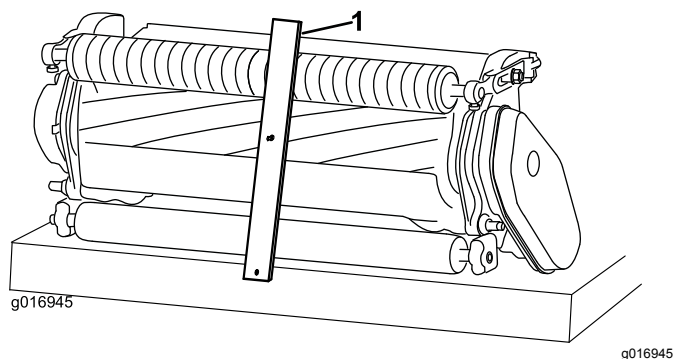

Figure 19
3. Accrochez la tête de la vis sur le bord tranchant de la contre-lame et appuyez l'arrière du gabarit contre l'arrière du rouleau (Figure 19).